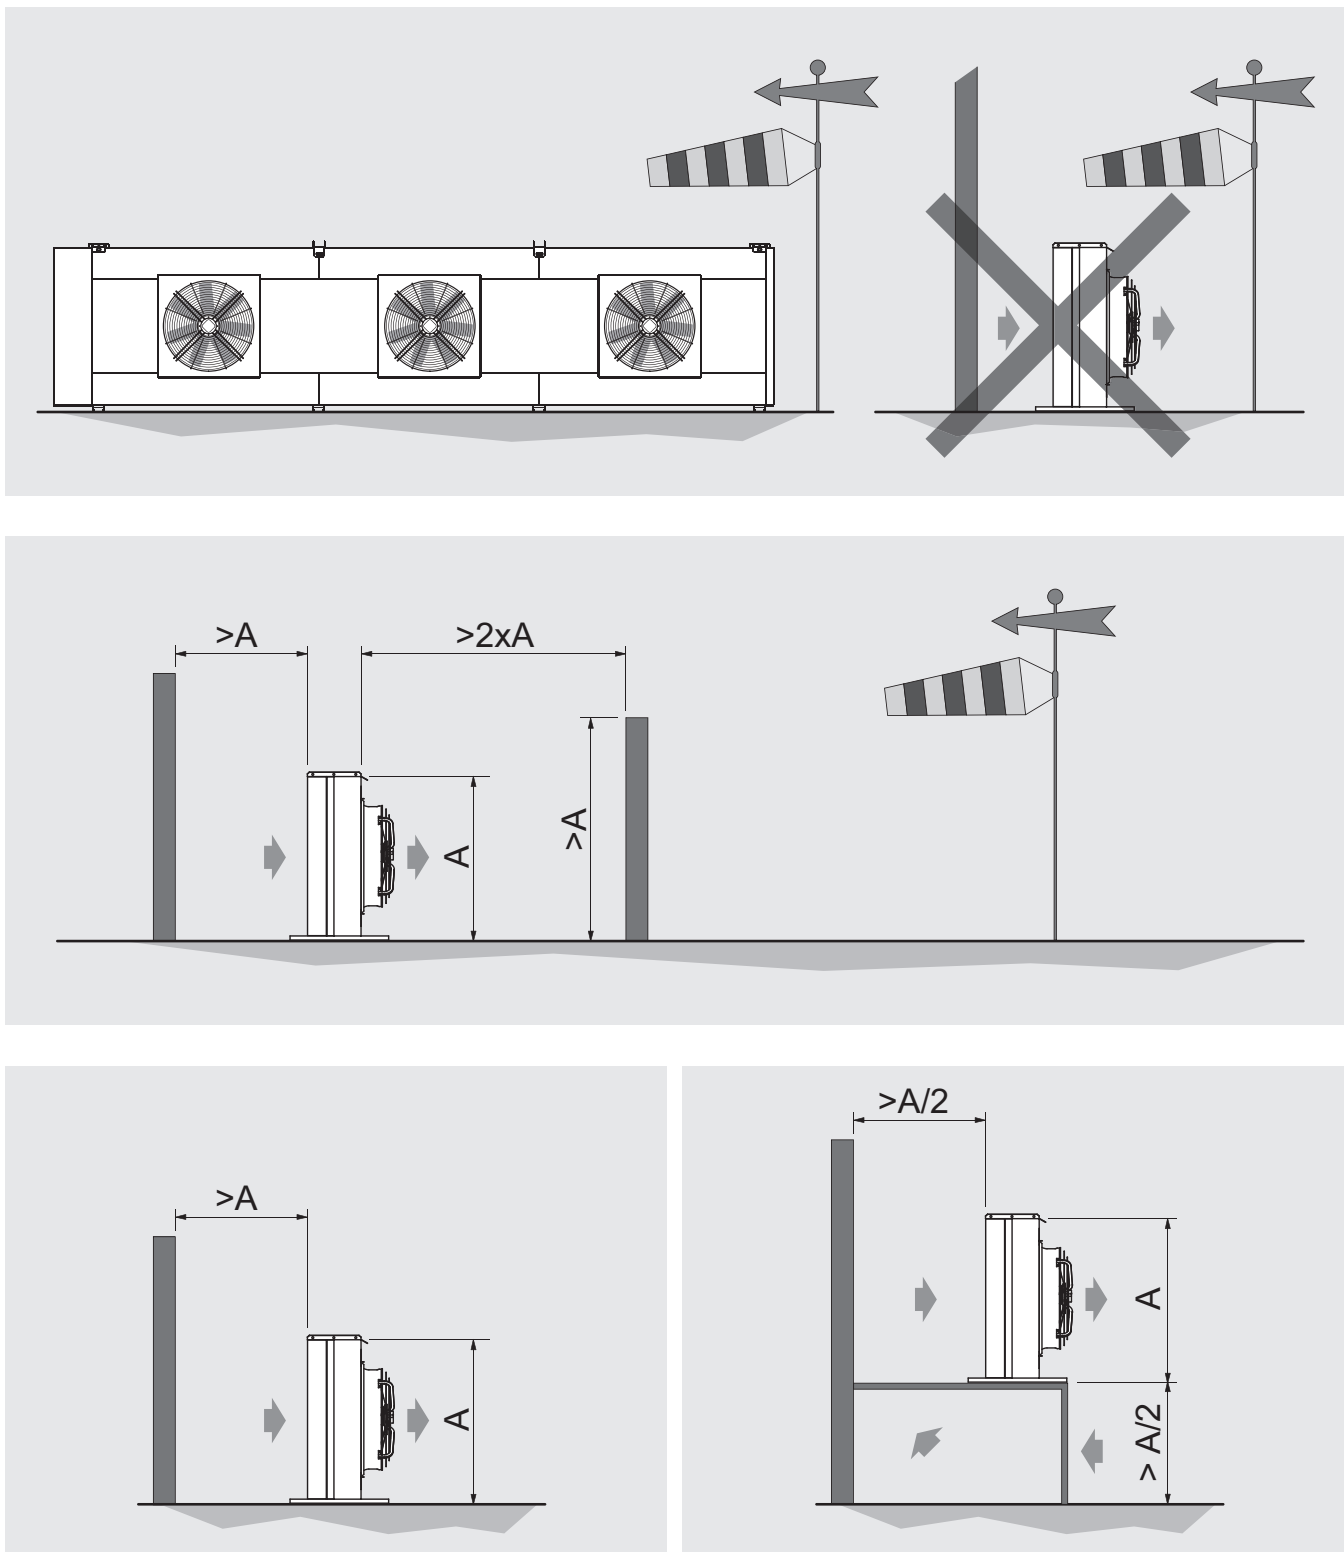

Figure 5
6.6 Prévoir un espace adéquat pour la circulation de l'air et la maintenance. Évitez de diriger le flux d'air contre des surfaces réfléchissantes ou des surfaces qui augmentent le niveau de bruit. L'espace minimal entre les modèles peut être réduit en fonction de la hauteur de positionnement, à l'aide de pieds spéciaux rehaussés ou d'une plateforme de support. Pour des installations différentes des indications, contacter Modine. Voir Figure 5.